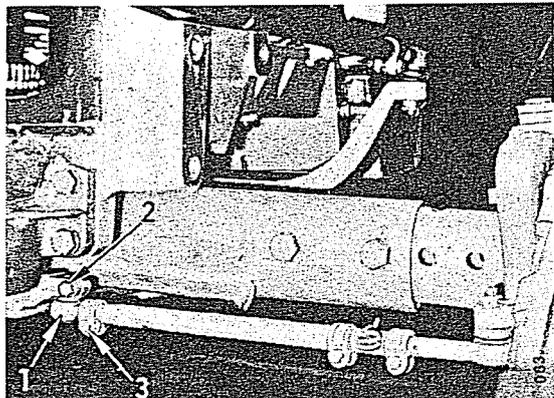

Fig. 73
Pour régler le pincement, desserrez la vis (2, Fig. 73) et le collier (3). Dégagez la rotule (1) et vissez ou dévissez-la pour raccourcir ou allonger la barre d'accouplement selon besoin.